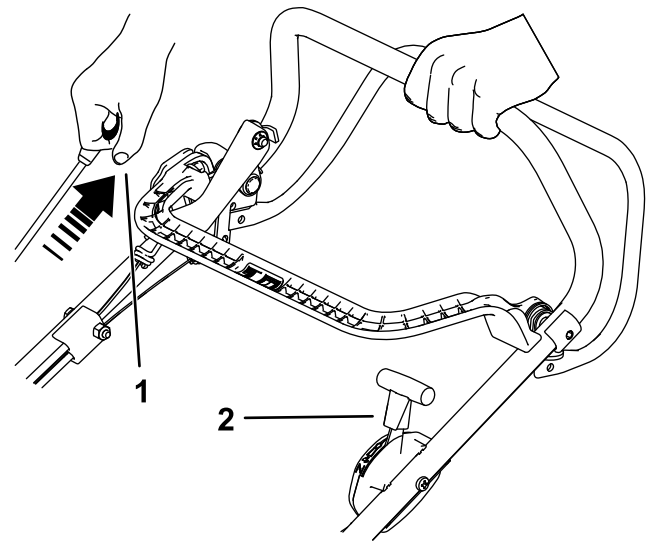

Figura 15
2. Trageți mânerul demarorului cu recul până când simțiți că opune rezistență, apoi trageți-l brusc pentru a porni. Când motorul pornete, readuceți încet maneta de control al accelerației în poziția RAPID dacă a fost cuplat ocul (Figura 15).